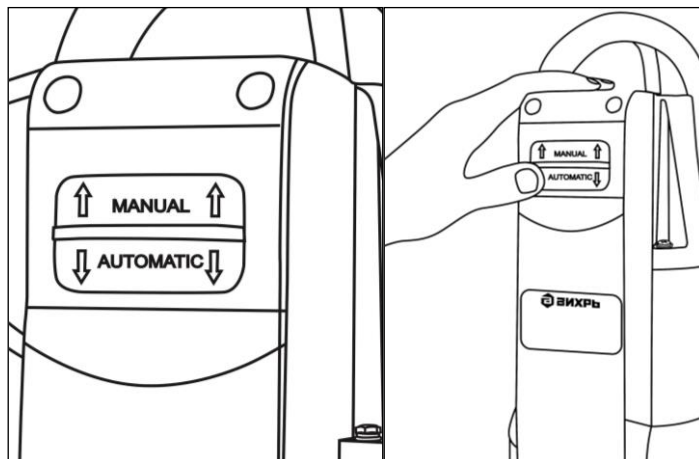

Рис. 5 Режимы работы насоса ДН-900
- автоматический режим (AUTOMATIC) (рис.5), когда включен поплавковый выключатель, который отрегулирован на определенный уровень включения и отключения насоса. Необходимо удостовериться, что при минимальном уровне воды выключатель отключает насос;
- ручной режим (MANUAL) (рис.5), когда выключен поплавковый выключатель и насос не отключается при определенном уровне воды. Данный режим предназначен для откачки воды до минимального уровня. Используйте этот режим только при необходимости.